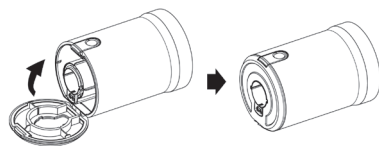

Рис. 3
- Закройте крышку контейнера-пылесборника до щелчка (Рис. 3).